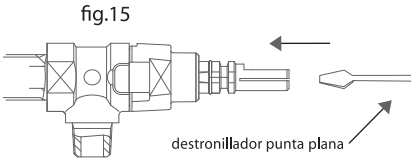

fig.15
2. Inserte un destornillador punta plana de 2.5 mm en el vástago de la válvula y gírelo en el sentido de las manecillas del reloj si se va a regular a GLP; y en sentido contrario a las manecillas del reloj si desea regular a GN hasta obtener la llama deseada (no debe ser muy débil pues se puede apagar). (fig.15 y16)